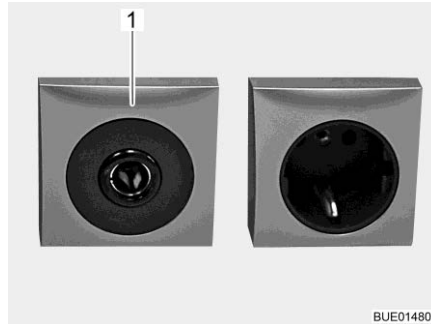

Bild 179 Eluttag 12 V/10 A
- ▷ Till 12 V-nätets eluttag (Bild 179,1) får endast apparater med maximalt 10 A anslutas.